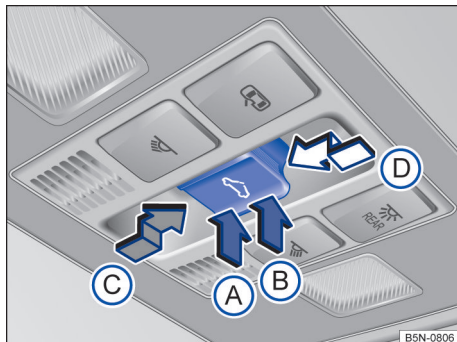

Fig. 68 No revestimento do teto: botão do teto de vidro.
- *Levantar o teto de vidro:* pressionar o botão → Fig. 68 B até o primeiro nível. Curso automático: pressionar o botão até o segundo nível.